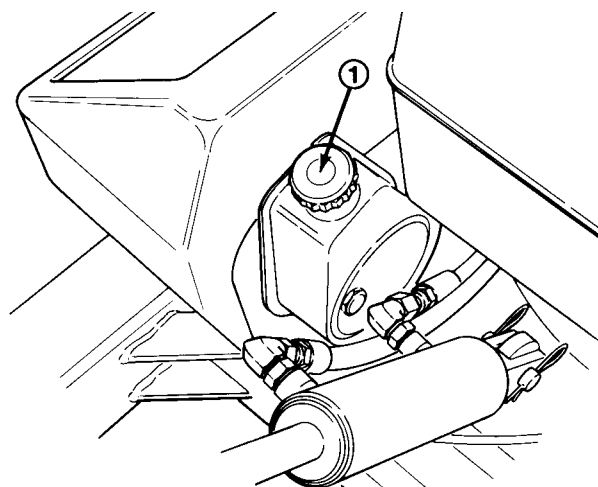

Bild 4
2. Den Ölmessstabdeckel (Bild 4) abschrauben und mit einem sauberen Lappen abwischen. Den Ölmessstabdeckel wieder aufdrehen, dann entfernen und den Ölstand ablesen. Wenn sich der Ölstand nicht innerhalb von 1,25 cm von der VOLL-Marke am Messstab befindet, SAE 10W-30 Motoröl nachfüllen, bis das Öl die VOLL-Marke erreicht. Nicht überfüllen.